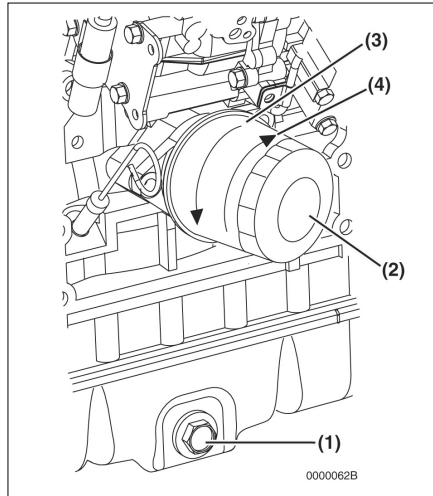

Рис. 5-2
6. Снимите пробку для дренажа масла (Рис. 5-2, (1)) из лотка двигательного масла. Позвольте маслу дренировать.
7. После того, как все масло было дренировано из двигателя, повторно установите пробку для дренажа масла (Рис. 5-2, (1)) и анд натяните в 139,8 – 47,0 фт·лб (53,9 – 63,7 Н·м; 5,5 – 6,5 кг·м).
1. Поверните фильтр двигательного масла (Рис. 5-2, (2)) против часовой стрелки (Рис. 5-2, (3)) с помощью одного гаечного ключа фильтра.
3. Слегка покройте прокладку на новом масляном фильтре с двигательным маслом. Установите новый фильтр двигательного масла вручную, поворачивая его по часовой стрелке (Рис. 5-2, (4)), пока он не контактирует установочную поверхность. Натяните в 14 - 17 фт·лб (19,6 – 23,5 Н·м; 2,0 – 2,4 кг·м) или один дополнительный поворот с помощью гаечного ключа фильтра.